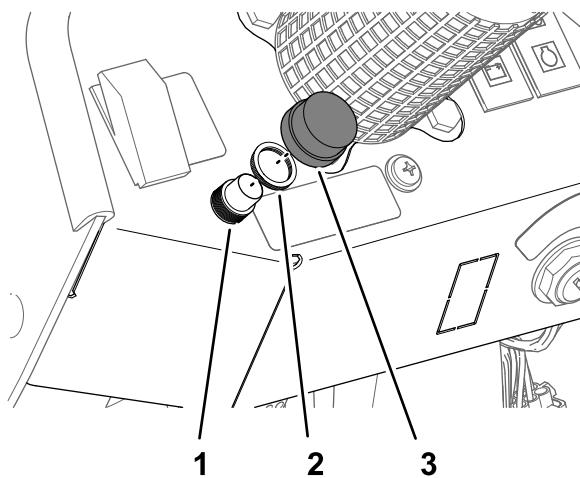

Figura 27
6. Montate l'interruttore dell'avvisatore acustico nella plancia con il dado zigrinato (5/8") e serrate il dado manualmente (Figura 27).
7. Avvitate il pulsante sui filetti dell'interruttore dell'avvisatore acustico (Figura 27).